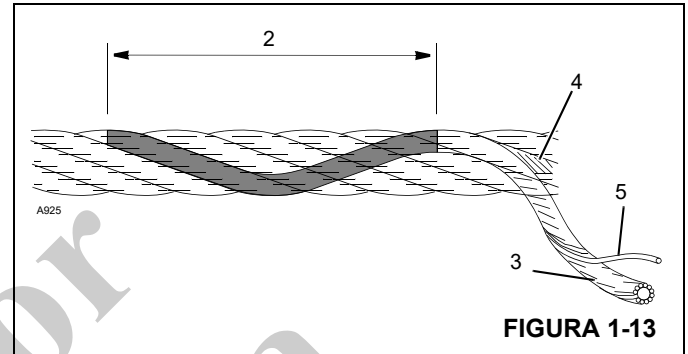

FIGURA 1-13
13. Al buscar alambres rotos (5) (Figura 1-13), alíe el cable, muévelo hacia afuera de los “puntos de recogida”. Los defectos del cable hacen referencia a la “longitud de sesgo” (2), que es la distancia medida a lo largo del cable en donde una trenza (3) logra una revolución completa alrededor del núcleo (4).